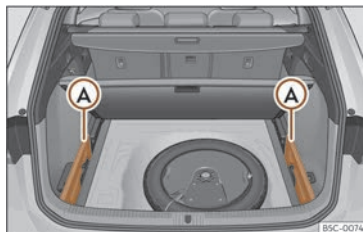

Fig. 187 En el maletero: alojamiento para guardar la bandeja enrollable.
- Extraiga las tapas izquierda y derecha >>> **fig. 187** **A**.